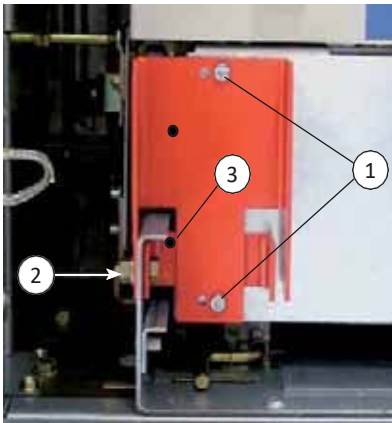

Fig. 4.5
- Desserrer les deux vis (Fig. 4.5, 1).
- Desserrer les vis de retenue M8x25 (2).
- Enlever le dispositif de bridage pour le transport (3).
- Réinsérer les deux vis (1).